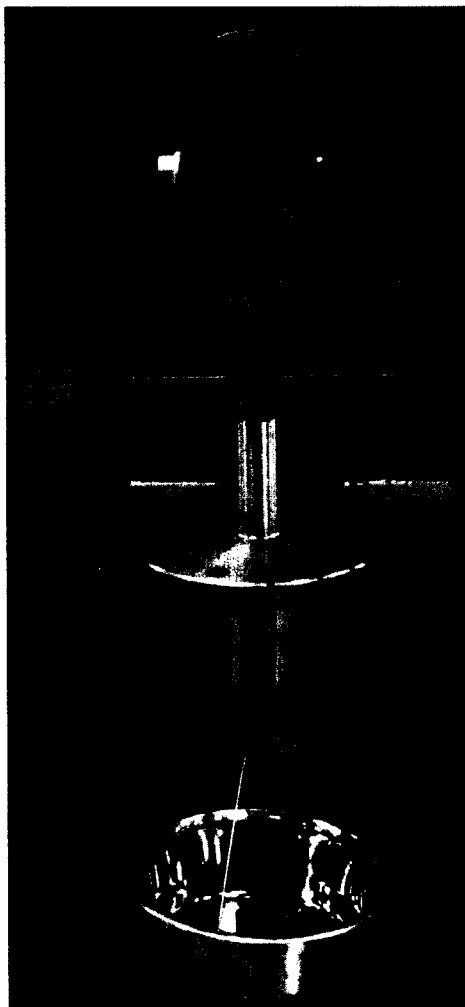

Рисунок 1 – Стенд для поверки уровнемера имитационным методом.
Стенд для поверки уровнемера E3 Modulelevel (рисунок 1);
5.2 Устанавливают уровнемер на калибровочный стенд E3 Modulelevel, рисунок 1.